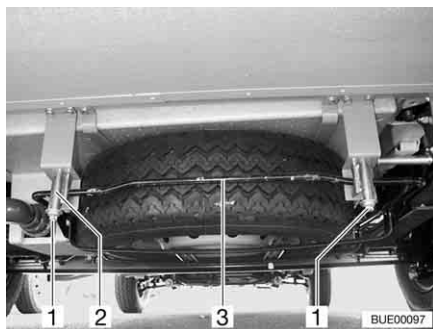

Fig. 211 Système de maintien de la roue de secours (panier)
- Desserrer les écrous (Fig. 211,1) des crochets arrière droit et gauche (Fig. 211,2) du système de maintien de la roue de secours.
- Pousser légèrement le tenon (Fig. 211,3) vers le haut. Tirer simultanément le crochet vers le bas et décrocher le tenon.